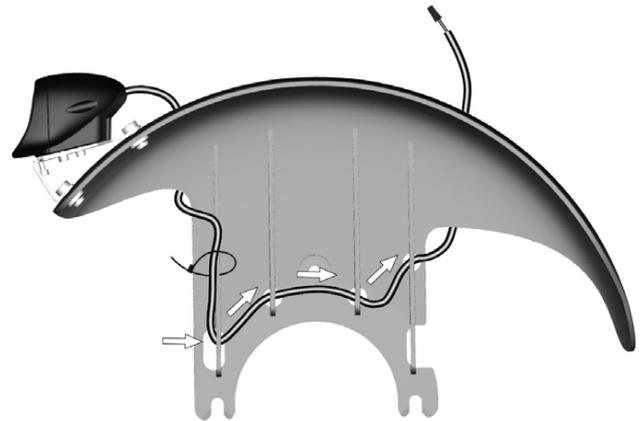

Abbildung 130. Kabel aus den Kerben ziehen und Kabelbinder innen im Kotflügel durchschneiden.
3. Kabel aus den Kerben ziehen und Kabelbinder innen im Kotflügel durchschneiden. Siehe Abbildung. 130.